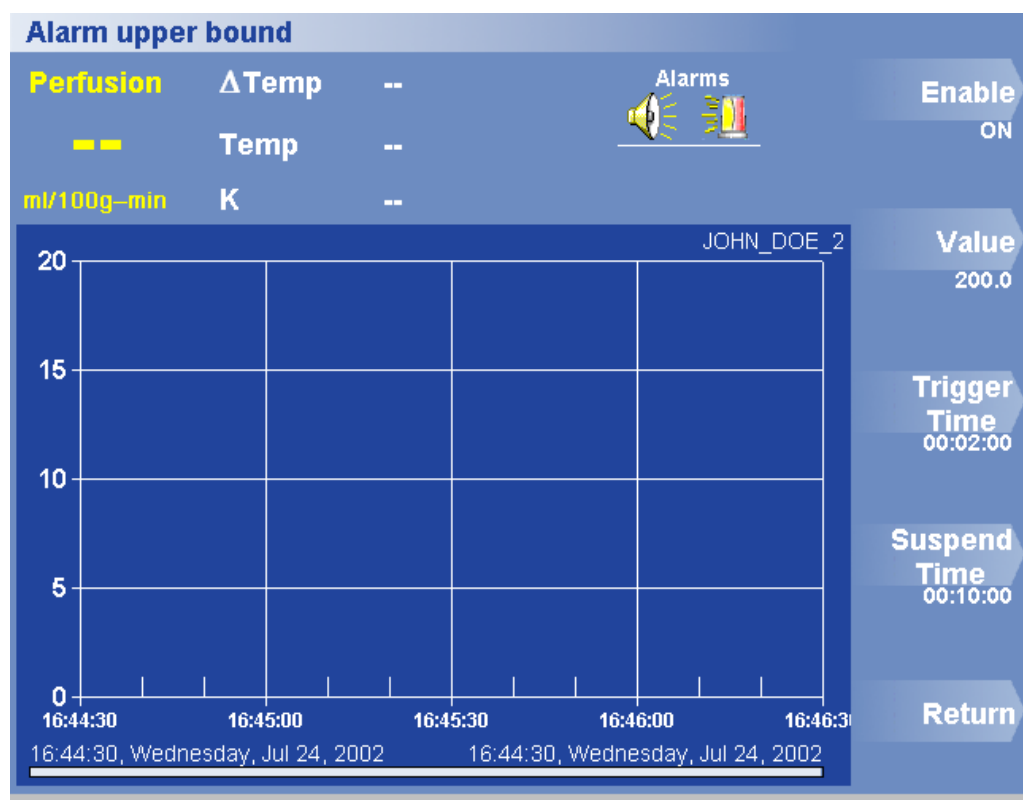

Figura 29. Menu Alarme Máximo Activado
1. Prima Opções > Definir Alarme > Valor Máximo de Activação. Aparece o menu Alarme Máximo Activado (Figura 29).